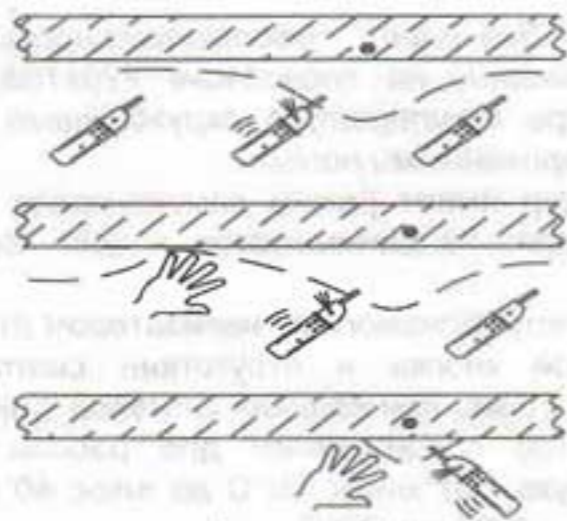

Рисунок 1
6.2 Для обнаружения скрытой проводки (Рисунок 1) нажмите на кнопку «4» (максимальная чувствительность), поднесите сигнализатор к стене, электроустановке, электроприбору, жгуту проводов и т.д., и при наличии сигнала уменьшайте чувствительность, последовательно нажимая кнопки «3», «2», «1» и расстояние до объекта, локализуя зону, в которой наблюдается срабатывание сигнализатора.